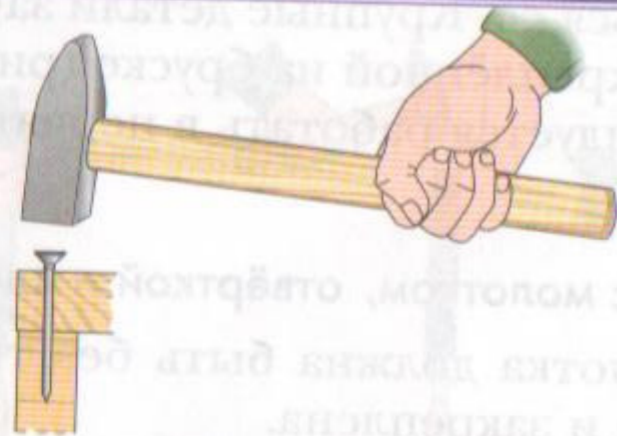

Рис. 106
5. Диаметр гвоздя должен быть в 10 раз меньше, чем толщина прибиваемой детали (рис. 106).